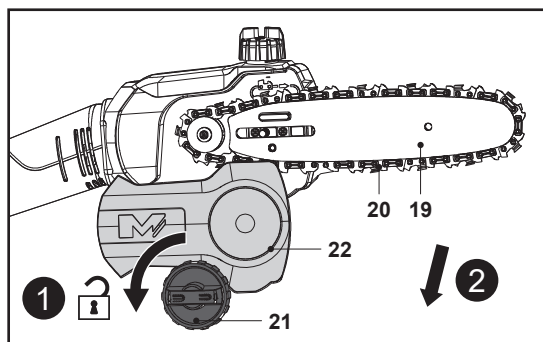

Fig. 5
1. Placer le produit sur une surface plane adaptée, le couvercle de la tronçonneuse (22) orienté vers l'avant.
2. Dévisser la roue de verrouillage (21) dans le sens antihoraire, puis la retirer avec le couvercle de tronçonneuse (22), le guide-chaîne (19) et la chaîne (20) (Fig. 5).